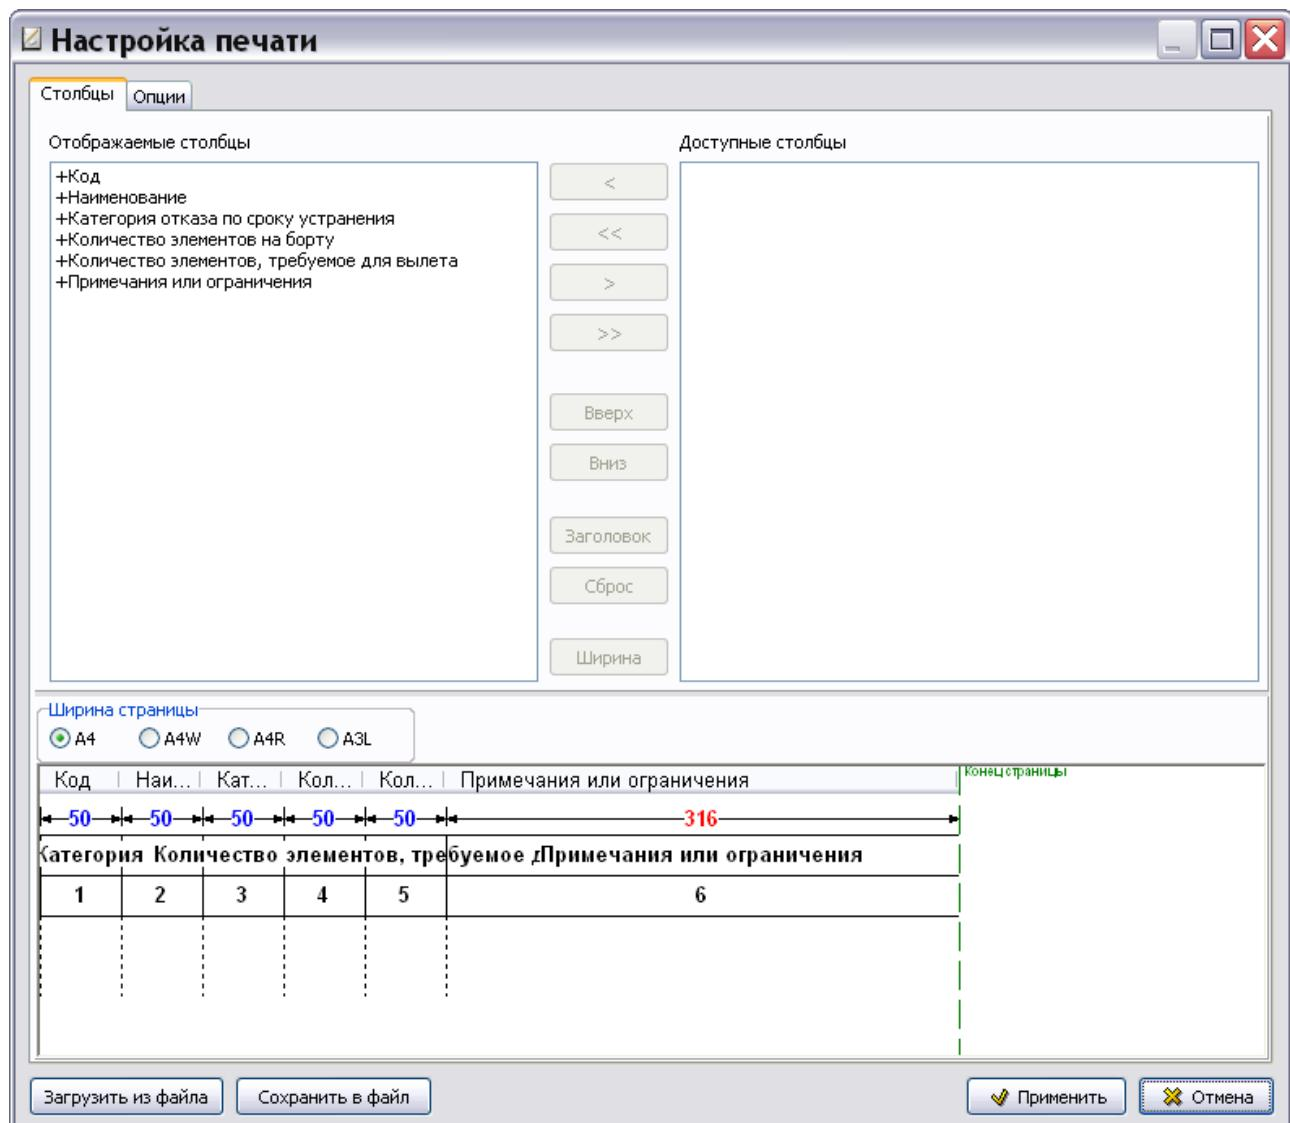

Рис. 3.70
5. Нажмите на кнопку **Применить**. После этого откроется окно **Настройка печати** (Рис. 3.70).